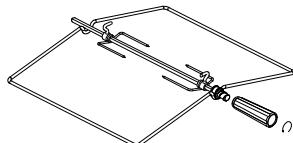
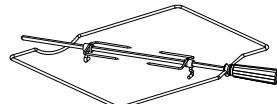

рис. 10
рис. 11
Внимание! Во избежании перегрева и разрушения стеклокерамического стола используйте посуду с ровным дном и размером соответствующим диаметру зоны нагрева. Запрещается использовать посуду с изогнутым дном и диаметром посуды меньше диаметра зоны нагрева. Запрещается устанавливать посуду со смещением относительно зоны нагрева. (рис.10).
- Плиты комплектуются вертелем со съемной рукояткой (рис.10). В зависимости от комфортности, плиты могут комплектоваться вертелями другого исполнения (рис.11). При установке и извлечении использовать рукоятку, которая накручивается на